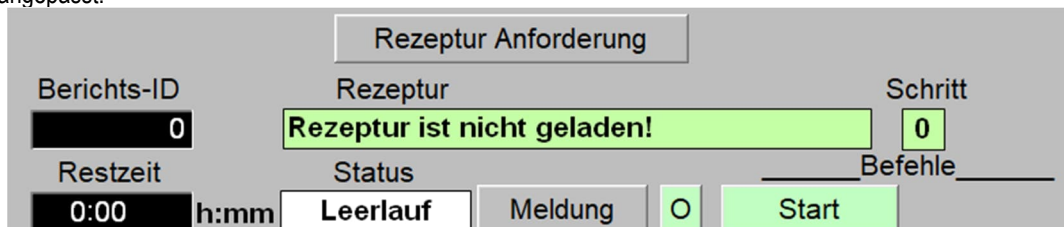

Abbildung 31. Fenster zur Bedienung den Rezepturen. *Anmerkung: Die Abbildung ist symbolisch und bezieht sich nicht auf das konkrete Projekt.
- Die Bezeichnung der heruntergeladenen Rezeptur: zeigt die Benennung – den Namen der Rezeptur, wie sie vom Benutzer bei der Erstellung eingegeben wurde (siehe Abbildung 31).